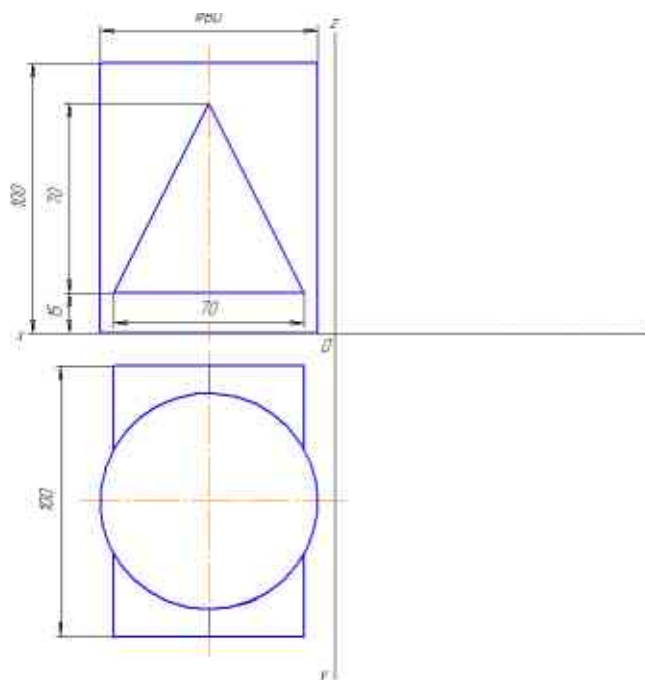

Рис.1
2. Перенести изображения исходных данных – фронтальную и горизонтальную проекции сплошными тонкими линиями в масштабе 1:1 рис.1.